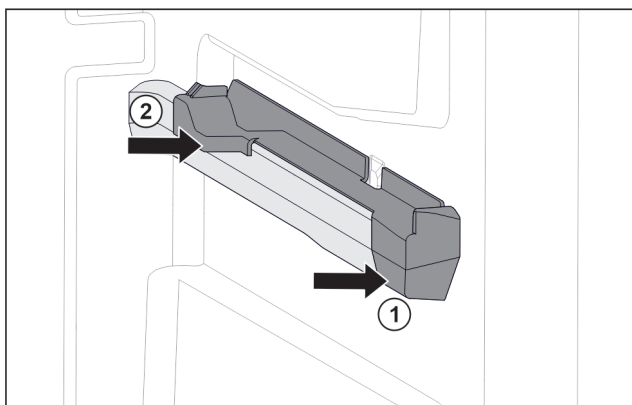

Fig. 55 Násuvný diel na pravom rebre nádoby
- Nasadte násuvný diel vpredu na rebro nádoby. Fig. 55 (1)
- Pritlačte násuvný diel vzadu. Fig. 55 (2)